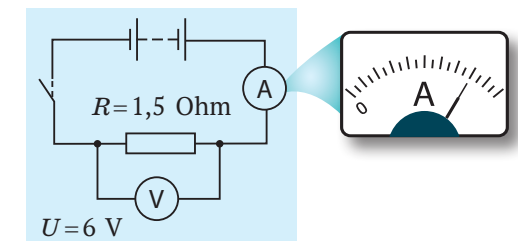

Fig. 2
6. Dacă în circuitul electric (fig. 2) de închis cheia, atunci acul indicator al ampermetrului se va situa așa cum este arătat în figură. Determinați valoarea diviziunii scării ampermetrului.